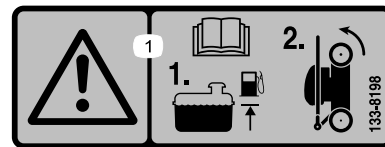

Рисунок 20
1. Проверьте, чтобы уровень топлива в топливном баке не превышал уровень, рекомендованный компанией-изготовителем двигателя; см. наклейку компании-изготовителя на двигателе (Рисунок 20).